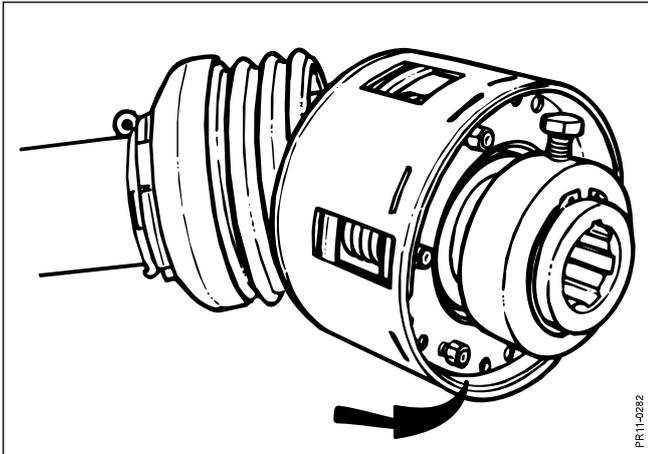

Fig. 6.2
**Fig. 6.2** Avant de commencer à travailler avec une nouvelle machine et après une longue période de non-activité, il faut **"aérer" l'embrayage de manière suivante :**